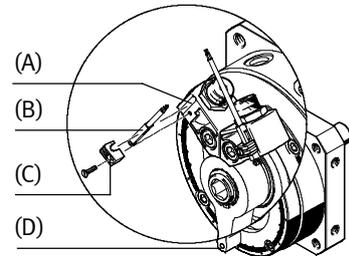
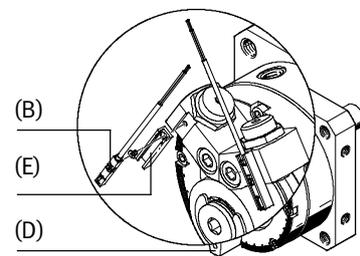

Fig. 21
Fig. 22
- Coloque los detectores de proximidad (B) de la siguiente manera (Fig. 21, Fig. 22):